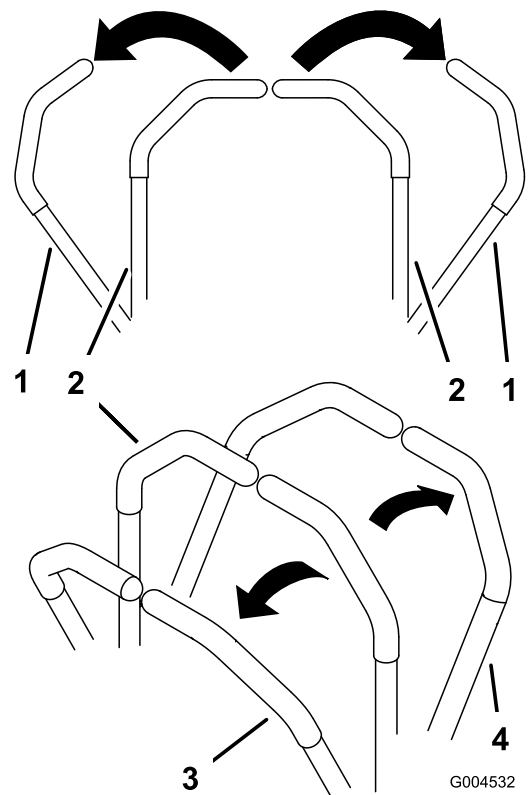

Bild 16
2. Schieben Sie für das Vorwärtsfahren die Fahrtriebshobel langsam vorwärts (Bild 16).
Wenden Sie zum Geradeausfahren auf beide Fahrtriebshebel denselben Druck an (Bild 16).
Verringern Sie zum Wenden den Druck auf den Fahrtriebshebel an der Seite, in deren Richtung Sie wenden möchten (Bild 16).